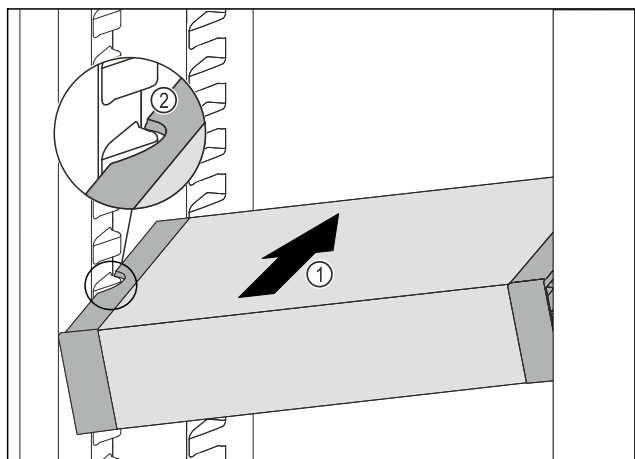

Fig. 78
- Skyv VarioSafe skrått inn i kjøleskapsdelen Fig. 78 (1), til utsparingene på sidene av Fig. 78 (2) VarioSafe er på nivå med rillene i kjøleskapet.